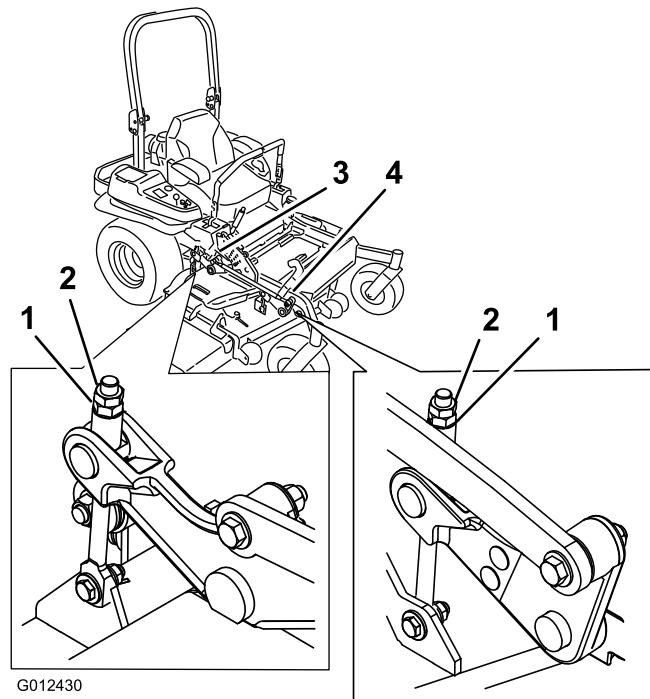

Figura 87
10. Gire la tuerca de ajuste del conjunto de elevación de la carcasa delantera para modificar la altura (Figura 87).
16. Gire la tuerca de ajuste del conjunto de elevación de la carcasa delantera para modificar la altura (Figura 87). Para aumentar la altura, gire la tuerca de ajuste en el sentido de las agujas del reloj; para reducirla, gire la tuerca en el sentido contrario.